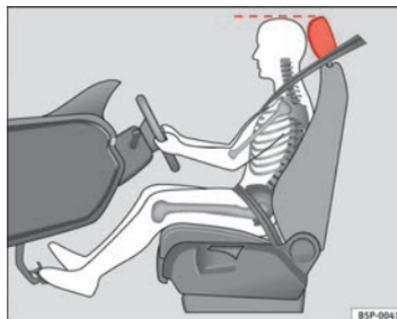

Abb. 2 Die richtige Kopfstützeinstellung für den Fahrer
- Stellen Sie die Kopfstützen so ein, dass die Oberkante der Kopfstütze sich möglichst auf einer Linie mit dem oberen Teil Ihres Kopfes befindet ⇒ **Abb. 2**.